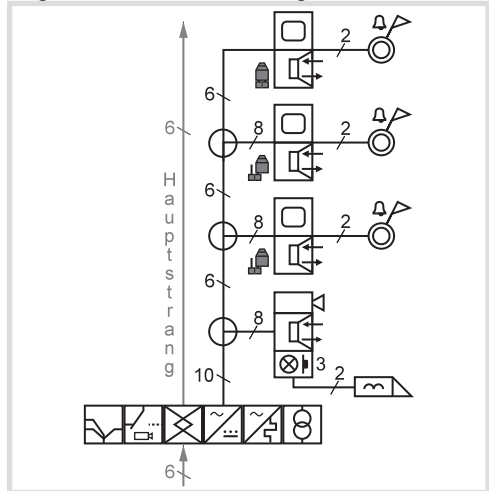

Bild 26: 6D Video – Anschluss Etagenstation
- Weitere Video-Außenstationen oder Zusatzkameras sind nur mit Video-Umschalter zu verwenden (Bild 26).
- Etagenstationen können nur Innenstationen im eigenen Strang rufen (Bild 26). Als Etagen-Türadresse ist A ... F einstellbar.